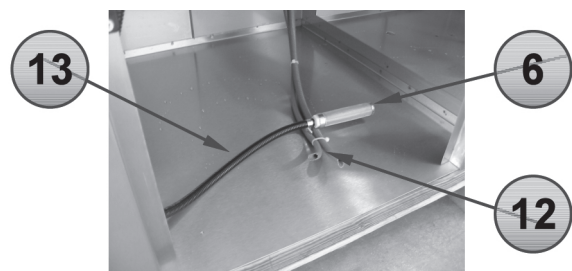

Fig.3
11. Posicione los dos tanques a medio llenar con diluyente limpio por encima de la base (lado de disolvente). En uno de los dos, sumerja completamente los extremos del tubo de recirculación de disolvente por aspiración - Fig.3 nº13 - suministrado por el filtro - Fig.3 nº6 -. También se introducirá en el mismo tanque que la recirculación de diluyente.
12. Sumerja completamente los dos extremos del tubo de aspiración limpia - Fig.3 nº12 - en el segundo tanque que siempre contiene diluyente limpio.